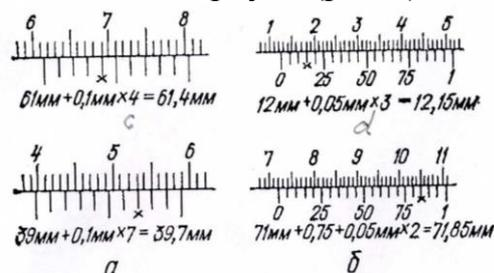

Рис.1. Примеры отсчета показаний по нониусам штангенинструментов
15. Прочитать показания штангенциркуля (рис.1).
5. Прочитать показания штангенциркуля (рис.1).